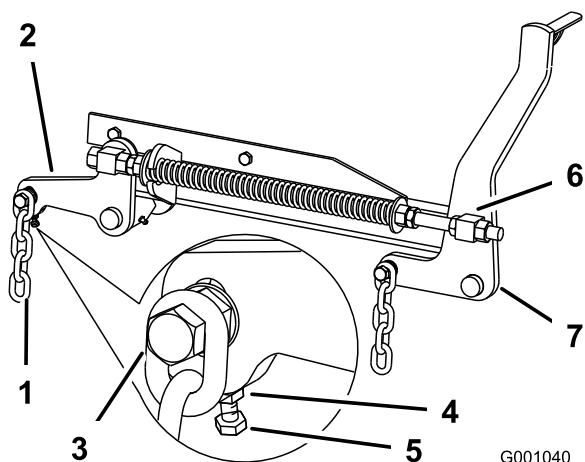

Figure 100
de la chaîne arrière au bras de support arrière (Figure 100).
8. Desserrez l'écrou de blocage sous le bras de support arrière et agissez sur le boulon de réglage de manière à obtenir une distance de 80 à 83 mm ($3\frac{1}{8}$ à $3\frac{1}{4}$ po); voir Figure 100.
7. Desserrez d'environ 13 mm ($\frac{1}{2}$ po) les écrous de blocage avant à l'avant des pivots gauche et droit (Figure 100).
8. Réglez les écrous de levage sur les côtés gauche et droit de la machine de manière à abaisser l'avant de 6 à 10 mm ($\frac{1}{4}$ à $\frac{3}{8}$ po) au point A par rapport au point B à l'arrière (Figure 100).